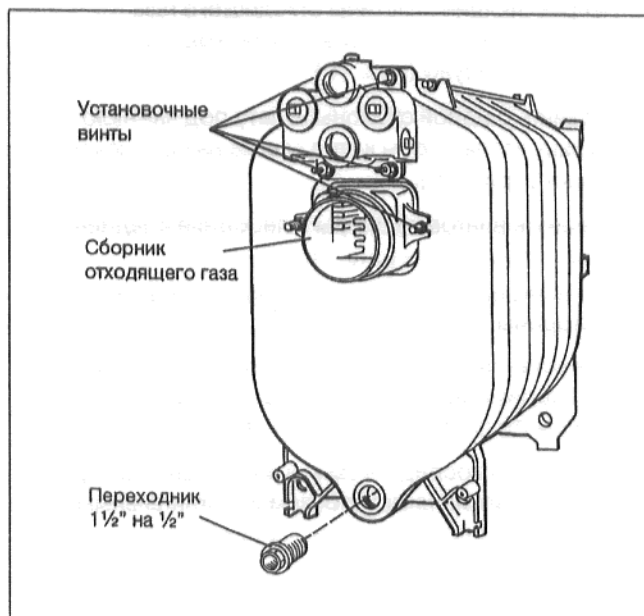

рис. 13
- Привинтить патрубок подключения четырьмя установочными винтами, шайбами и гайками к задней секции отопительного котла, равномерно затянув крест-накрест (момент затяжки макс. 60 Нм; рис. 13).
- Надеть сборник отходящего газа на обе шпильки в задней секции и, используя подкладную шайбу и гайку, привинтить к задней секции (рис. 13).
- Вставить герметично переходник 1½" на ½" (предоставляется заказчиком) в нижнюю ступицу котла (рис. 13).